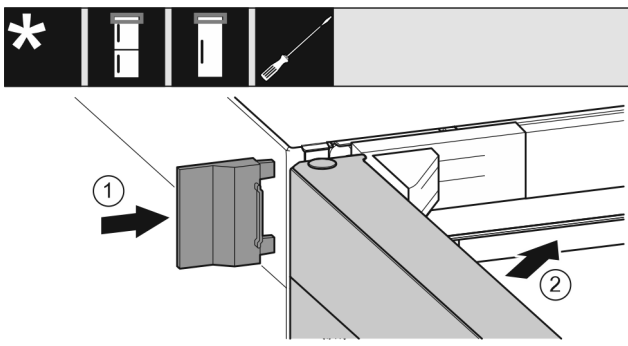

Fig. 29
- ▶ Tolja fel a külső fedelet Fig. 29 (1).
- ▶ Csukja be a felső ajtót Fig. 29 (2).